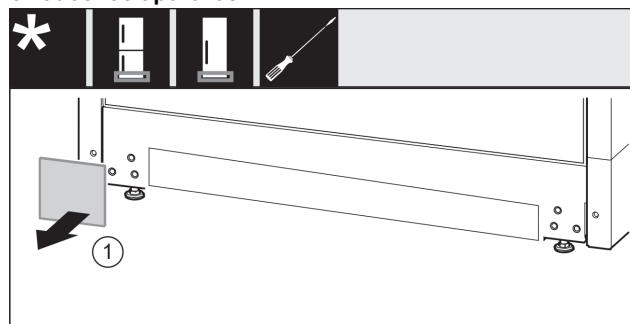

Fig. 35
- Retirar la cubierta. Fig. 35 (1)